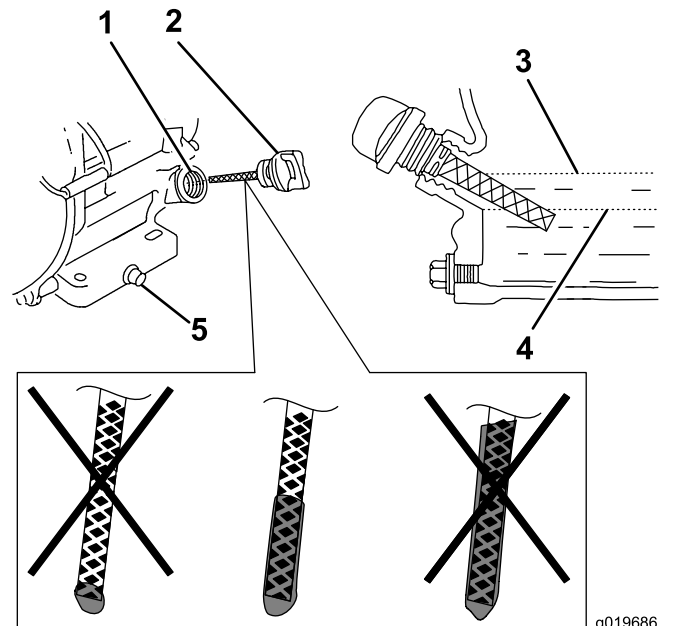

Figura 28
6. Retire la varilla y compruebe el nivel de aceite del motor (Figura 28).